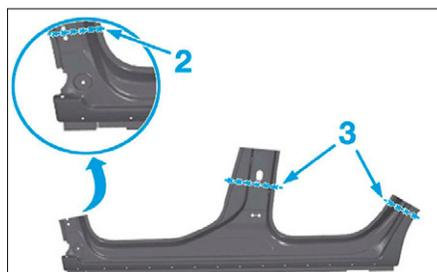

FIG. 97
- Tracer en (2) et (3) puis découper (**Fig.97**).